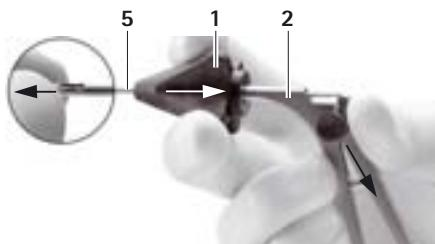

Fig. 2
- Separar a haste 5 do cabo 2, ver Fig. 2: